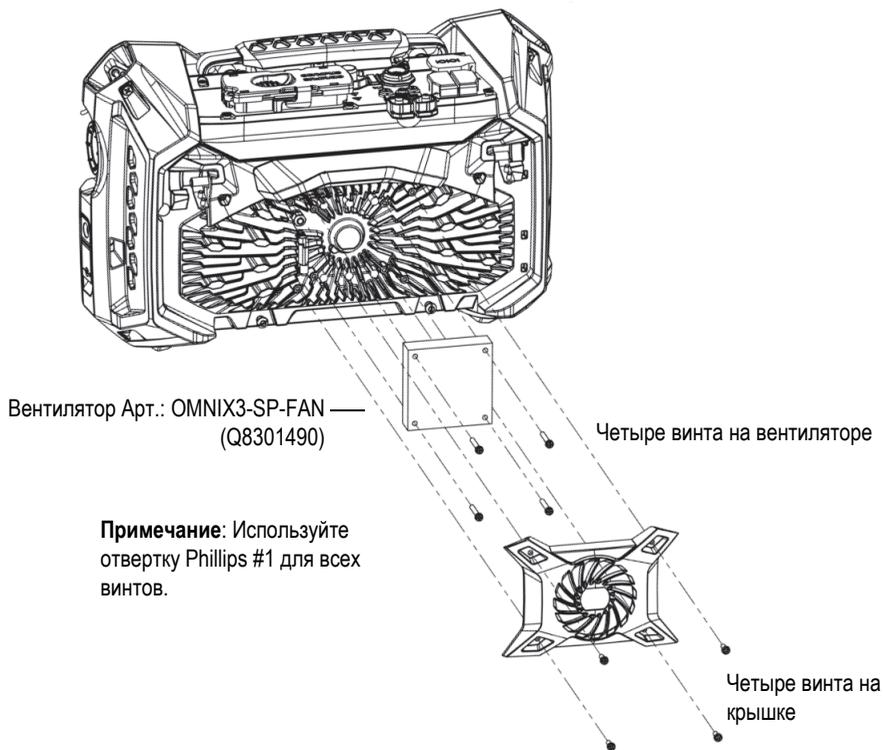

Рис. 4-2 Сборка вентилятора
2. Если чистка вентилятора снаружи представляет сложность или если вентилятор требует технического осмотра, снимите кожух вентилятора и, при необходимости, сам вентилятор — и аккуратно протрите поверхности (см. Рис. 4-2 на стр. 54).